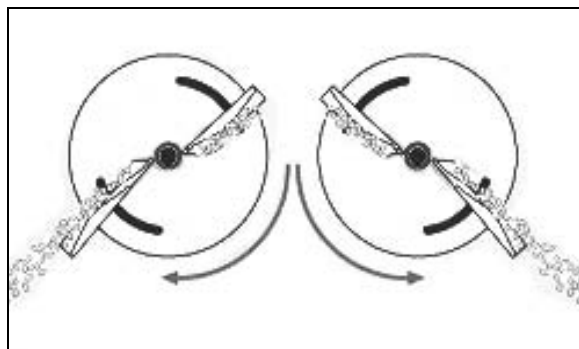

Рис. 11
- Левый распределяющий диск (Рис. 11/1) с маркировкой **L**.
- Правый распределяющий диск (Рис. 11/2) с маркировкой **R**.
- Длинная (Рис. 11/3) – со шкалой настройки с делениями от 35 до 55.
- Короткая (Рис. 11/3) – со шкалой настройки с делениями от 5 до 28.